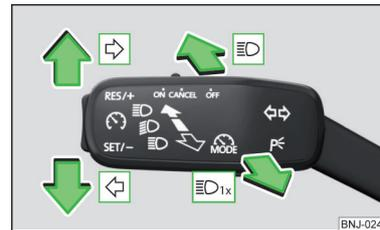

Fig. 41
Posiciones de la palanca de mando » fig. 41
► Presione la palanca de manejo hasta el tope en la posición ⇨ o ⇩ » fig. 41 de la pág. 55.